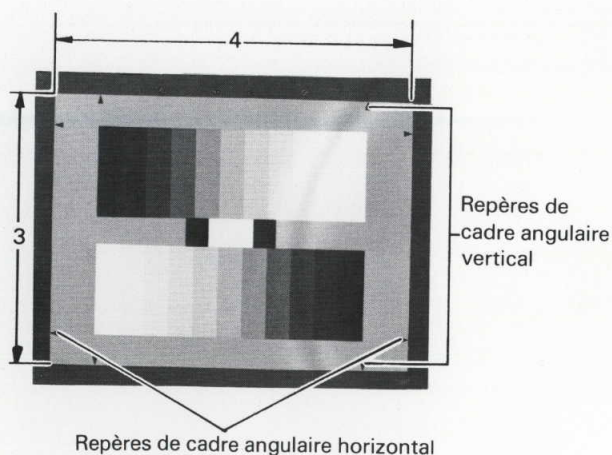

Fig. 3-8-2 Ecran du moniteur de télévision
- (1) Faire un réglage relatif horizontal du sujet et de la caméra.
- (2) Comme représenté sur la **Fig. 3-8-2**, faire un réglage angulaire droit et gauche du zoom (déplacement latéral droit et gauche) de la caméra pour que les traçages de cadre **angulaire horizontaux de la mire d'échelle des gris** aient une largeur horizontale maximum sur l'écran du moniteur de télévision.
- (3) Ensuite, ajuster la résistance variable **R532 V HEIGHT VR** et l'angle vertical de la caméra pour que les repères de traçage du cadre **angulaire verticaux de la mire de l'échelle des gris** aient une largeur maximum sur l'écran du moniteur de télévision.
- (4) Vérifier la hauteur verticale en répétant les opérations (2) – (3).